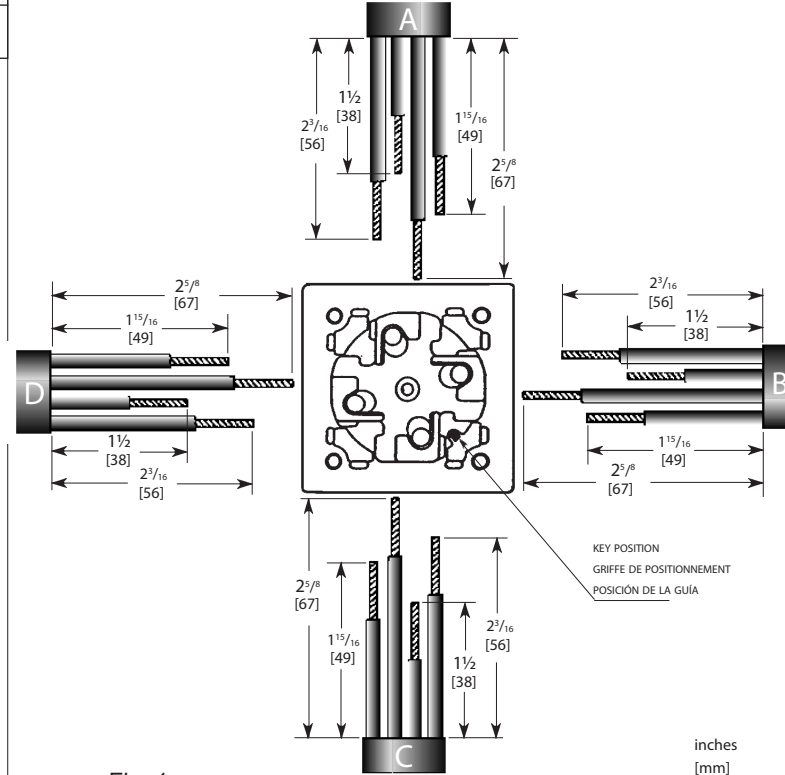

Fig. 1
2. Locate key position and orient blade holder as shown in Fig. 1.
3. Select cord entry location A, B, C or D (Fig. 1) to suit installation.
4. Strip cord jacket and cut conductors to dimensions as shown in fig. 1 for selected cord entry location.
2. Repérer la griffe de positionnement et orienter le porte-lames tel qu'indiqué à la Figure 1.
4. Dénuder le cordon de sa gaine et couper les conducteurs aux longueurs indiquées à la Figure 1 selon la position d'arrivée choisie.
2. Ubicar la posición de la guía y orientar el soporte de las patas como se muestra en la Fig. 1.
4. Quitar la funda del cable y cortar los conductores según las dimensiones mostradas en la Fig. 1, de acuerdo a la posición de entrada seleccionada.